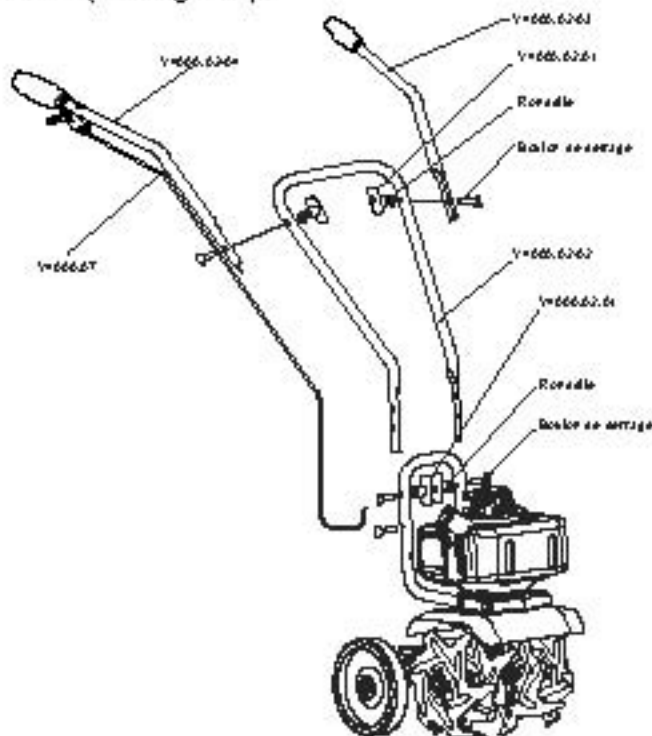

FIGURE 1
2. Fixez le guidon de milieu avec les écrous, boulons et rondelles fournis sur le guidon inférieur qui est déjà monté sur la console de la machine (Voir Figure 1). Le guidon de milieu peut être fixé soit à la position haute ou à la position basse.
3. Ensuite fixez les manches droit et gauche sur le guidon de milieu avec les écrous, boulons et rondelles fournis sur le guidon inférieur qui est déjà monté sur la console de la machine (Voir Figure 1).